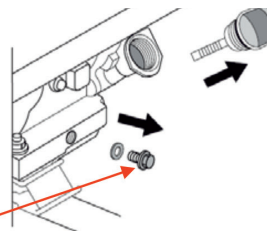

Рис. 23
5. Закрутите на место сливной болт с прокладкой (рис. 23);